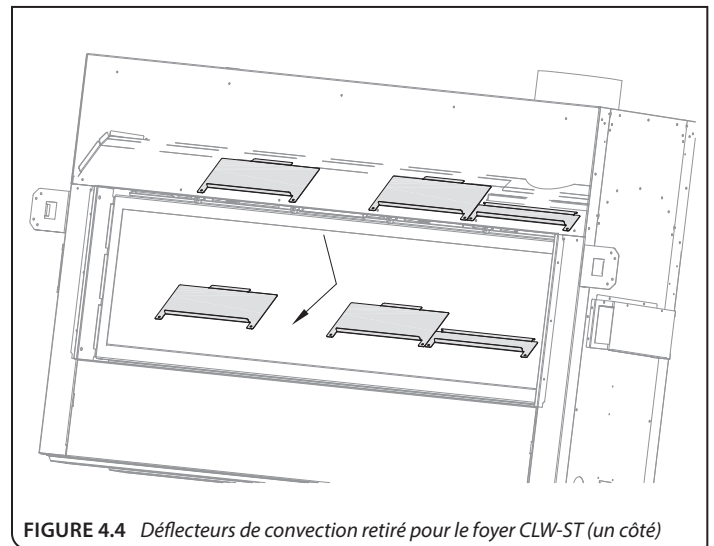

FIGURE 4.4 Déflecteurs de convection retiré pour le foyer CLW-ST (un côté)
CLW-ST : Retirez du foyer les (6) déflecteurs de convection. Ces déflecteurs sont fixés chacun par (2) vis, derrière le bord supérieur des deux ouvertures du foyer (voir Figure 4.4).